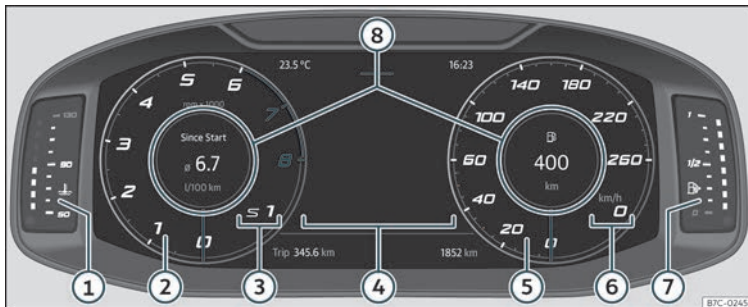

Fig. 56 Digital Cockpit no taboleiro de instrumentos (vista clásica).
Na *Vista Clásica* e en *Semicircular watches* ten a posibilidade de personalizar a información que aparece en **Perfis de información** » fig. 56 ⑧.
As agullas de revolucións por minuto e velocímetro aparecen en toda a súa lonxitude »» fig. 56.